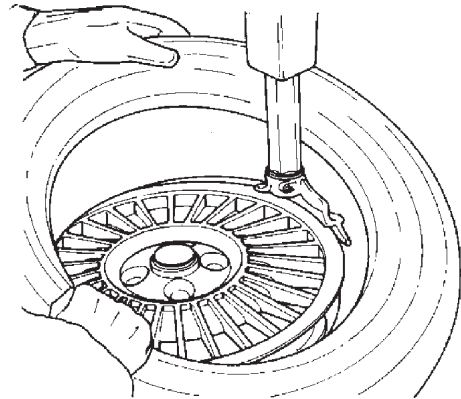

Fig. 4.2-3
**B.** Bloquer la jante sur l'autocentreur et la tourner pour avoir la vanne sur 2h. Mettre le pneu sur la jante. Approcher le bras déporté et mettre l'outil en position de travail. Engager le talon inférieur AU-DESSUS de l'ailette de montage et EN-DESSOUS de la languette de l'outil (Fig. 4.2-3). Faire tourner l'autocentreur dans le sens des aiguilles d'une montre (pressé le pédale a
la droite) et pousser le talon dans le creux en position opposée à l'outil (Fig.4.2-3).